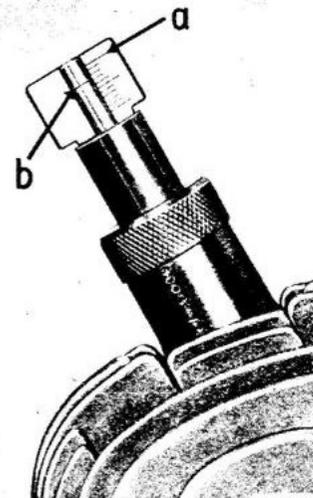

Abb. 64 Zündung mit der Zündeinstelehere einstellen (Schleppschieber)
3. Durch Drehen der Schwungscheibe den o. T. ermitteln. Bei Verwendung des Schleppschiebers wird der o. T. durch diesen festgehalten. (Abb. 64.)
4. Schwungscheibe langsam so weit nach links verdrehen, bis der Kolben 2,6 bis 2,8 mm v. o. T. steht. Die Stellung des Kolbens kann ebenfalls an der Zündeinstelehere (Schleppschieber) abgelesen werden. (Siehe Abb. 64.)